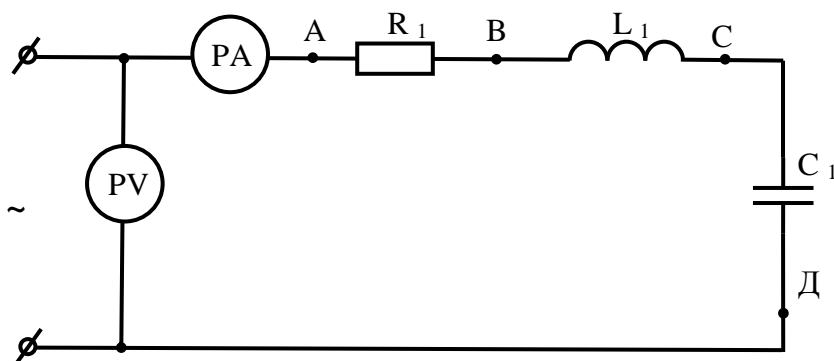

Рисунок 11.1 – Неразветвленная цепь RLC
Рассмотрим неразветвленную цепь синусоидального тока, состоящую из активного элемента – резистора R и реактивных – катушки индуктивности L и конденсатора C (рисунок 11.1). Каждый из этих элементов обладает определённым сопротивлением:
3. Рисунок 11.1 – Неразветвленная цепь RLC .